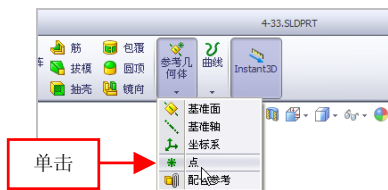

图 4-34 单击【点】按钮
(2) 在【特征】选项卡中，单击【参考几何体】右侧的下拉按钮，在弹出的下拉列表中，单击【点】按钮，如图4-34所示。